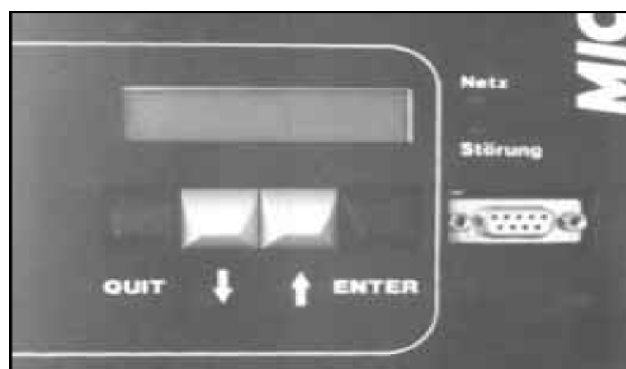

Bild 3.5
- Für die Inbetriebnahme und für alle Statusanzeigen trägt die Oberseite ein beleuchtetes zweizeiliges LC-Anzeigedisplay mit vier Bedientasten, über die sämtliche Einstellungen und Statusanzeigen erfolgen (s. Bild 3.5). Daher ist in der Regel der Zugang zur eigentlichen Leiterkarte nicht notwendig. Sie trägt keinerlei Bedien- und Anzeigeelemente; Reparaturversuche vor Ort sind aufgrund der komplexen Digitalelektronik ohnehin nicht vom Kunden durchführbar.